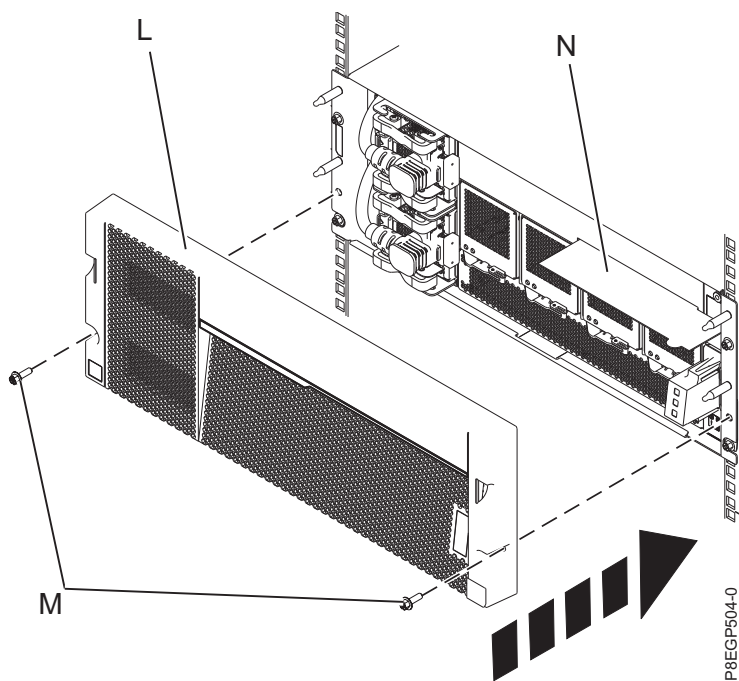

Figure 10. Installation du capot et de la carte des informations de maintenance
7. Installez le capot (L) sur le tiroir. Appuyez sur le capot pour le mettre en place et fixez-le à l'aide des deux vis M5 (M) installées sur les glissières de gauche et de droite. Voir figure 10, à la page 12.
8. Insérez la carte des informations de maintenance (N) dans son emplacement dans le capot.